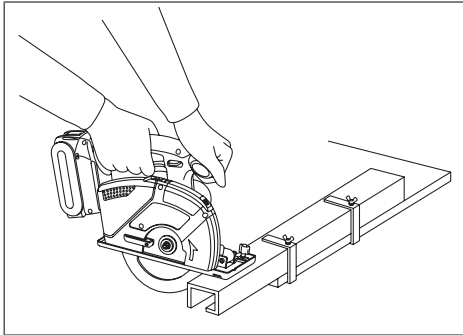
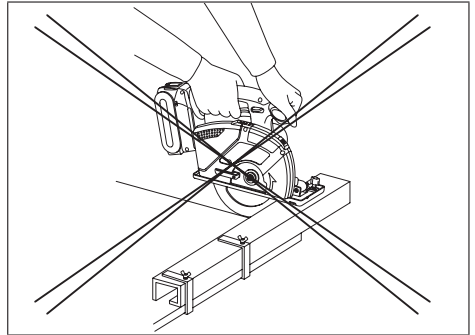

Fig. 17
Fig. 18
1. Placez la partie la plus large du sabot sur la partie de la pièce ouvragée qui est solidement soutenue (voir la fig. 17), et jamais sur la section qui s'affaissera à la fin du sciage (voir la fig. 18). Pour éviter tout risque de contrôle de l'outil, saisissez fermement la scie. Une façon désinvolte de procéder peut se traduire par de graves accidents corporels.